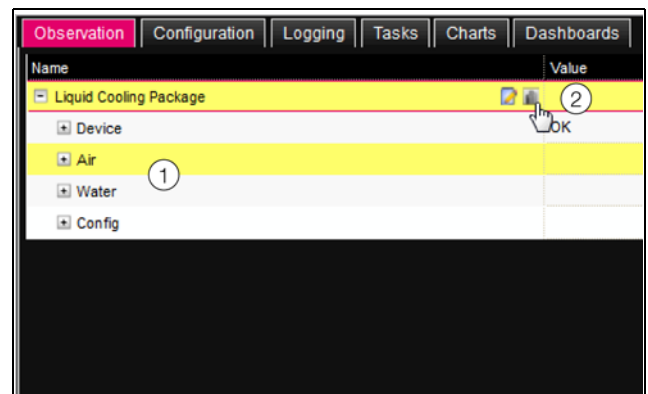

Рис. 83: Древовидная структура
Когда после выбора уровня "Liquid Cooling Package" отображаются нижестоящие элементы "Device", "Air", "Water" и т. д. (рис. 83), перейдите в графическое отображение следующим образом:
- Нажмите на цветной графический символ в виде диаграммы рядом с элементом "Liquid Cooling Package" (рис. 83, поз. 2).
Отображение поменяется на древовидную структуру (рис. 83) и Вы можете целенаправленно получить доступ к настройкам Liquid Cooling Package.